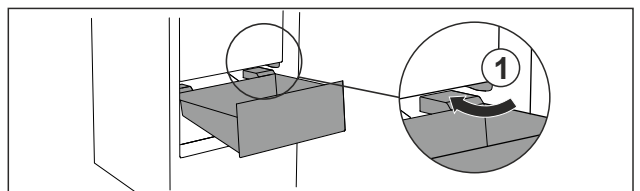

Fig. 20
- ▶ Lade schuin rond de stoppers Fig. 20 (1) leiden.